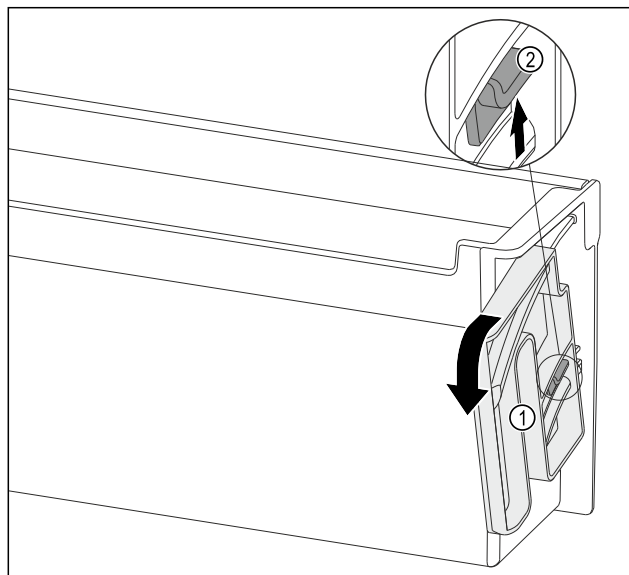

Fig. 133
- Okrenite okretnu jedinicu Fig. 133 (1) u navedenom smjeru sve do graničnika.
- Pritisnite jezičac Fig. 133 (2) prema gore i oprezno izvucite okretnu jedinicu Fig. 133 (1).